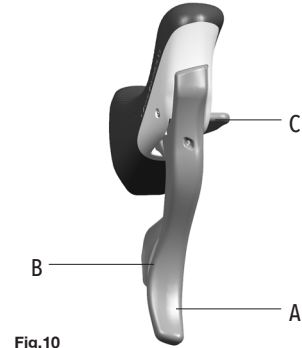

Fig.10
- La palanca B (Fig. 10) del mando derecho interviene en el cambio y hace que la cadena se desplace hacia arriba posicionándose en el piñón superior.
- La palanca C (Fig. 10) del mando derecho interviene en el cambio y hace que la cadena se desplace hacia abajo posicionándose en el piñón inferior.
- Es posible desplazar las palancas B y C (Fig. 10) del mando derecho con varios clics consecutivos para desplazar la cadena, hacia arriba (máximo 3 piñones) o hacia abajo (máximo 3 piñones para Ergopower Ultra Shift), con un solo movimiento.